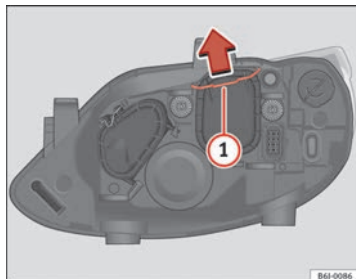

Fig. 165 Feux de croisement
- Déplacez le tirant ⇒ fig. 165 ① dans le sens de la flèche puis retirez le cache.